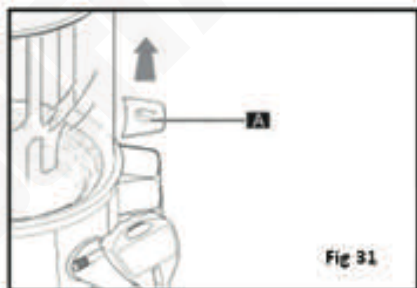

Fig 31
- Retirez le couvercle (A) (Fig. 31).